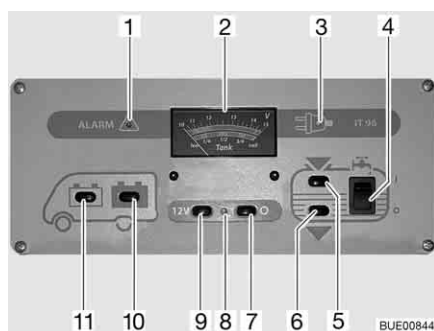

Fig. 132 Panneau de contrôle IT 96-2
L'interrupteur principal 12 V (Fig. 132,7 et 9) établit ou coupe le panneau de contrôle et l'alimentation 12 V de la cellule.
Mise en marche : ■ Appuyer sur le commutateur (Fig. 132,9) "12 V" : L'alimentation 12 V de la cellule est assurée. Le voyant de contrôle (Fig. 132,8) s'allume en vert.
Mise hors service : ■ Appuyer sur le commutateur (Fig. 132,7) "O" : L'alimentation 12 V de la cellule est coupée. Le voyant de contrôle (Fig. 132,8) s'éteint.
Observer sur l'indicateur de charge/de niveau de réservoir (Fig. 132,2), la graduation supérieure. L'indicateur s'éclaire automatiquement dès qu'un commutateur est actionné.
- Appuyer sur le commutateur (Fig. 132,11) "☰" : La tension de la batterie de démarrage est affichée.
- Appuyer sur le commutateur (Fig. 132,10) "☷" : La tension de la batterie de cellule est affichée.
Observer sur l'indicateur de charge/de niveau de réservoir (Fig. 132,2) la graduation inférieure. L'indicateur s'éclaire automatiquement dès qu'un commutateur est actionné.
- Appuyer sur le commutateur (Fig. 132,5)  : Le niveau du réservoir d'eau est affiché.
- Appuyer sur le commutateur (Fig. 132,6)  : Le niveau du réservoir d'eaux usées est affiché.
Mise en marche : ■ Commutateur à bascule (Fig. 132,4) vers le haut "I" : L'alimentation en eau est activée.
Mise hors service : ■ Commutateur à bascule (Fig. 132,4) vers le bas "O" : L'alimentation en eau est désactivée.
Le voyant d'alerte rouge "ALARM" (alarme) (Fig. 132,1) clignote dès que la charge de la batterie de cellule descend en dessous de 11 V (mesurée en marche) et qu'il y a risque de décharge profonde des batteries.
Le voyant de contrôle 12 V (Fig. 132,8) s'allume dès que l'interrupteur principal 12 V (Fig. 132,9) est enclenché.
Le voyant de contrôle jaune 230 V (Fig. 132,3) s'allume si l'arrivée du bloc électrique est sous tension de réseau.